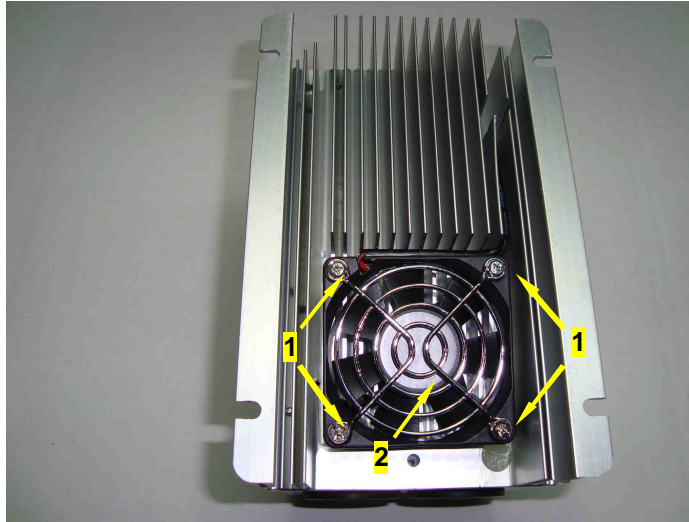

Рис. 6.7
6.3.3. Отвернуть 4 винта 1 и демонтировать вентилятор с решеткой 2 (рис. 6.7). Положить решетку и вентилятор в тару.